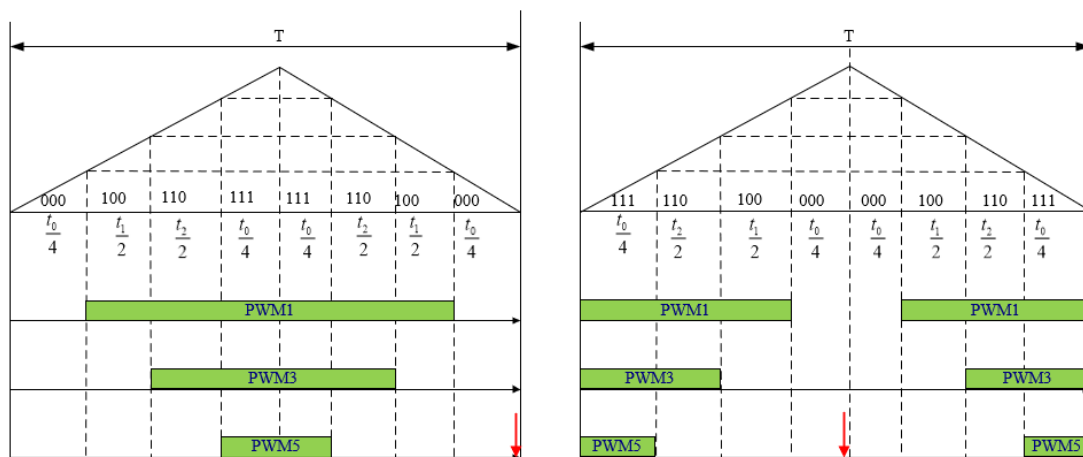

图 6 双电阻电流采样触发时刻定义
- 相电流采样触发时刻为固定值，SVPWM 比较模式不同，相电流采样触发时刻不同，如图 6 中红色箭头所示；